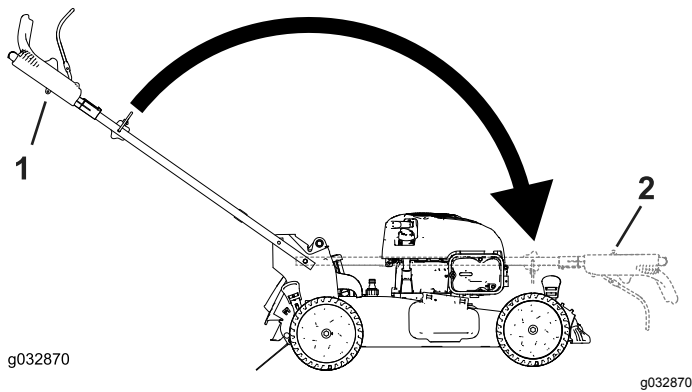

Figura 23
3. Pliegue el manillar hacia adelante (Figura 23).